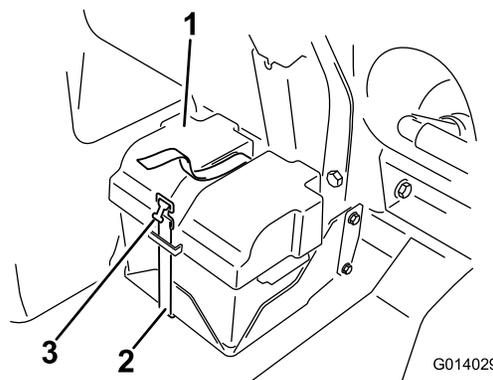

Figura 48
3. Montate il coperchio della batteria e fissatelo con la fascetta tolta in precedenza (Figura 48).